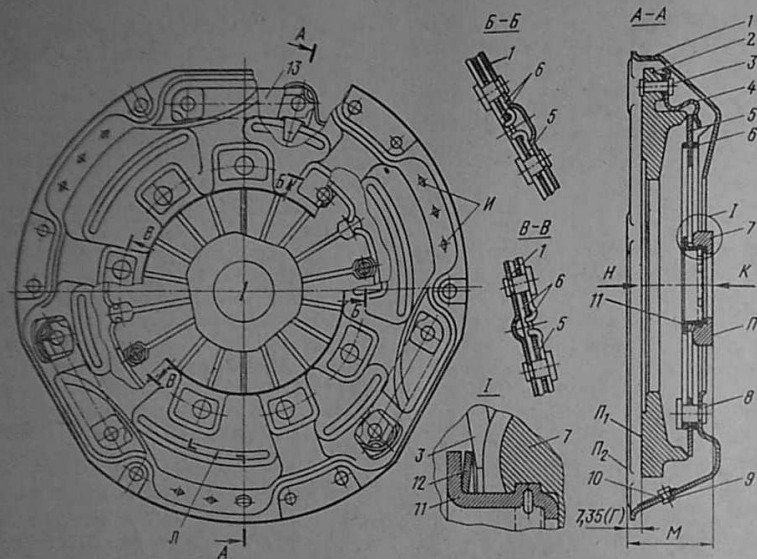
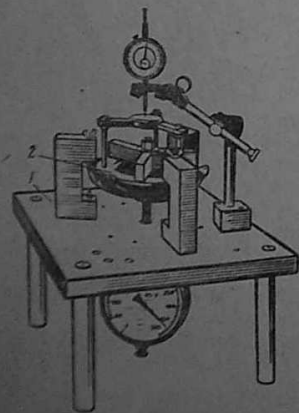

Рис. 40. Нажимной диск сцепления автомобиля 2140 с кожухом в сборе:
Рис. 41. Замер рабочего усилия на нажимном диске
Контроль основных параметров кожуха с нажимным диском в сборе. После установки и надежного закрепления кожуха с нажимным диском в сборе на специальной плоской плите, заменяющей маховик двигателя, с подложенной под нажимной диск проставкой-кольцом* толщиной $\Gamma = (7,35 \pm 0,025)$ мм (рис. 40), нужно проверить, удовлетворяет ли сцепление следующим требованиям.
5. Усилие, необходимое для перемещения поверхности Π плиты в направлении стрелки K на 7,1 мм, должно быть не более 82 кгс*. При замере рабочего усилия на нажимном диске 2 (рис. 41) его необходимо закрепить на плоской плите 1, как показано. Усилие, необходимое для перемещения поверхности Π_1 (см. рис. 40) нажимного диска в направлении стрелки H до положения, определяемого размером Γ , должно быть не менее 340 кгс.
Замена опорной плиты. Опорная плита 7 (см. рис. 40) с нажимной пружиной 5
После демонтажа изношенной пяты нужно осмотреть опорные поверхности рычажков диафрагменной пружины в местах контакта с пятой. Если после зашлифовки поверхностей изношенных концов рычажков пружины размеры не превышают указанных на рис. 43, то пружину можно использовать для сборки с новой опорной пятой. Проверить также высоту пружинного конического кольца 12 (см. рис. 40) в свободном состоянии. Она должна быть в пределах 2,8 — 2,5 мм. При меньшей высоте целесообразно заменить кольцо.